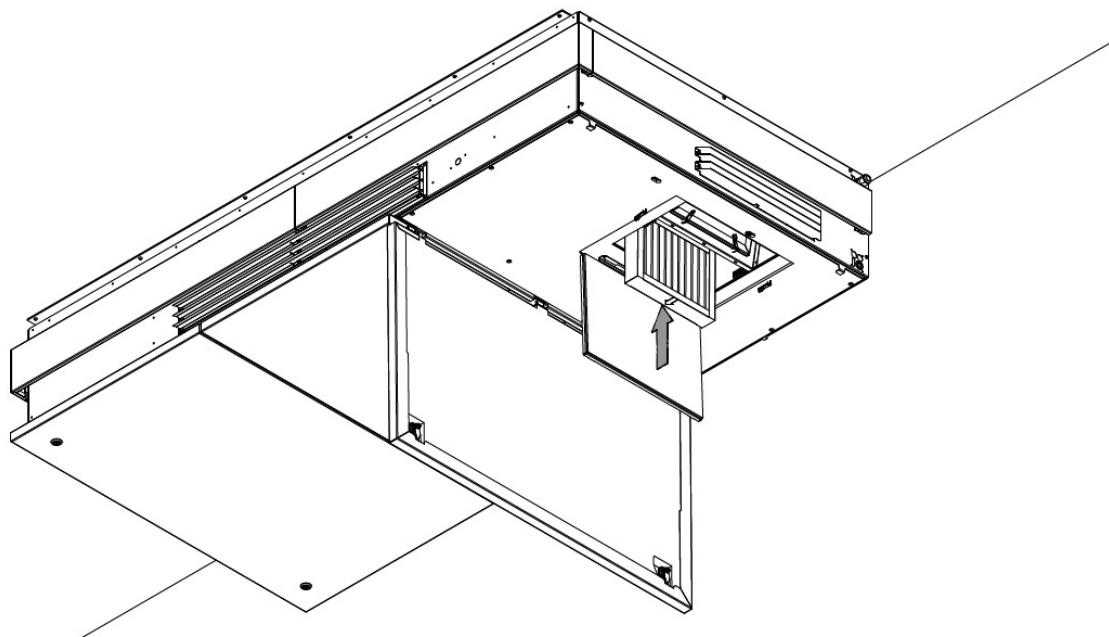

Figur 29: Åbning af hængsel, der holder finfilteret på plads
6. Åbn hængslet, der holder finfilteret på plads – se Figur 29 nedenfor.